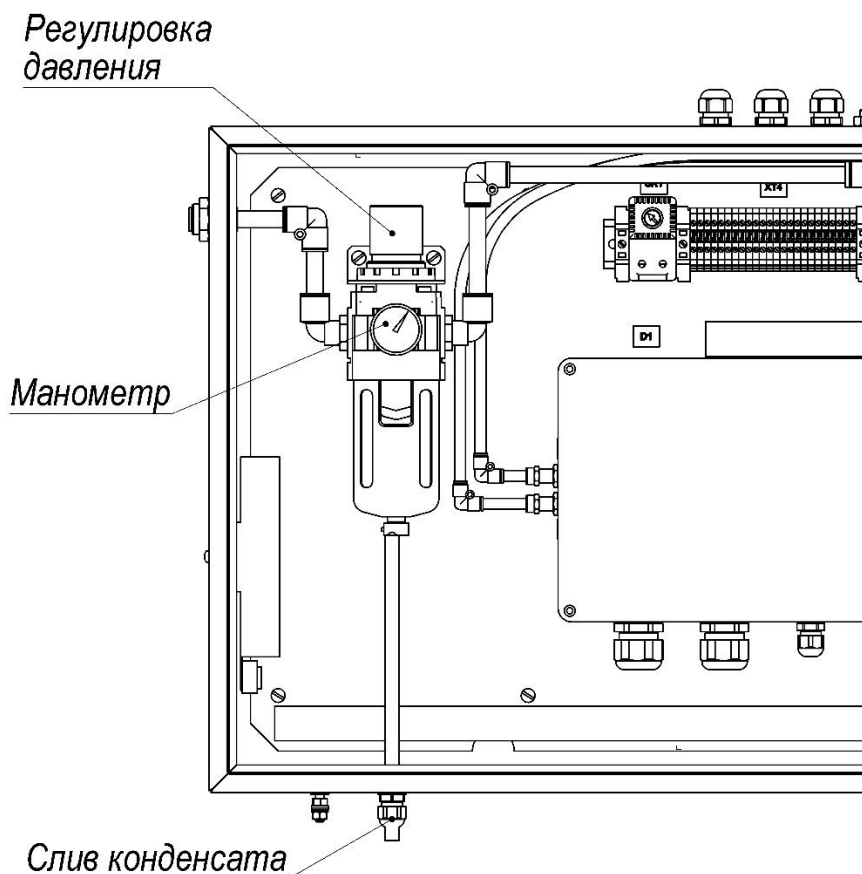

Рисунок 15
- 3) подать на фильтр сжатый воздух, по манометру ВМО (рисунок 15) проверить значение его давление. Если уровень давления не соответствует 0,5 – 0,55 МПа (5,0 – 5,5 бар), регулировать до нужного значения, вращая ручку на ВМО;
- 2) выпустить конденсат, нажав на штуцер, расположенный в низу ВМО (рисунок 15);